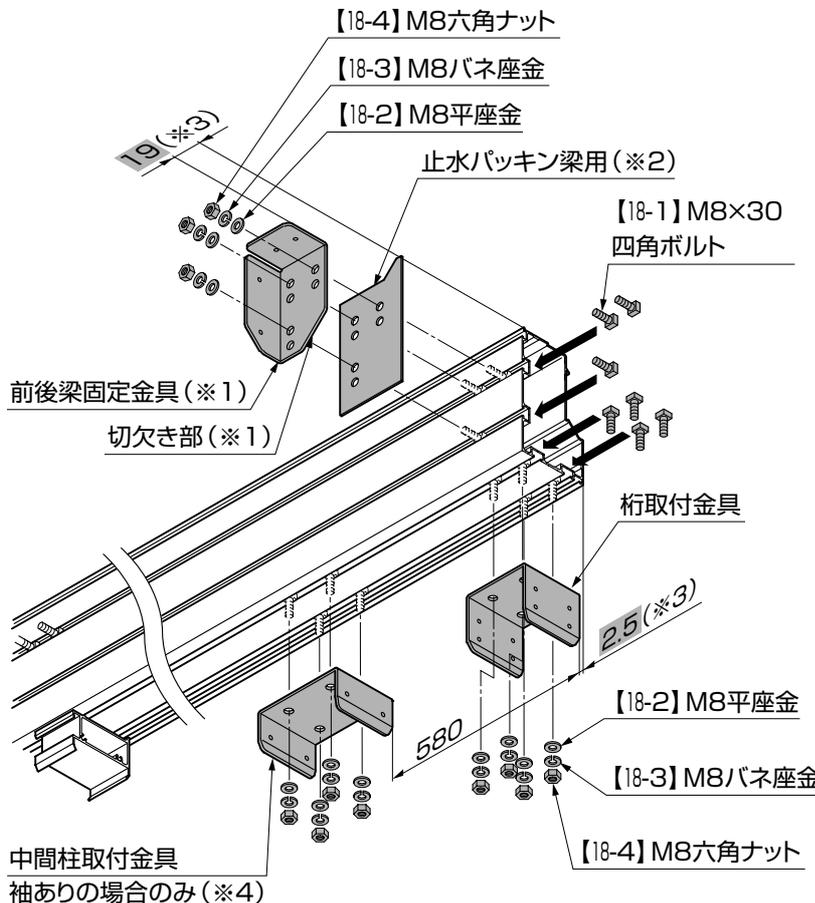

図8-2
- ② 桁側面の溝に【18-1】をスライドしながら入れ、止水パッキン梁用を貼り、【18-2】、【18-3】、【18-4】で前後梁固定金具を固定してください。(図8-2参照)
- ③ 桁底面の溝に【18-1】をスライドしながら入れ、【18-2】、【18-3】、【18-4】で桁取付金具と中間柱取付金具を固定してください。